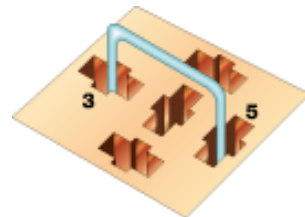

Рис. 2-35. Схема установки переключателя для включения электрического топливного насоса системы питания двигателя F3R 272 в проверочном режиме
7. Подставить под распылители форсунок емкости, включить электрический топливный насос, установив переключатель в клеммовые отверстия «3» и «5» колодки блока предохранителя и реле системы впрыска (рис. 2-35) на правом брызговике в отсеке двигателя (см. «Система управления двигателем F3R 272»). Проверку проводить в течение 10 с. При этом из распылителей форсунок не должно появляться ни малейшего количества топлива.
3. Включить топливный насос, установив переключатель (см. рис. 2-35).
включить топливный насос, установив вместо реле переключку (см. рис. 2-35). При неработающем двигателе давление топлива должно быть 0,28–0,32 МПа (2,8–3 кгс/см²). Затем следует запустить двигатель. В зависимости от режима работы двигателя давление должно быть 0,25–0,30 МПа (2,5–3 кгс/см²).
Для проверки подачи насоса нужно отсоединить подающий шланг от топливопровода двигателя и опустить конец шланга в мерную емкость. Затем, установив переключку (см. рис. 2-35), включить топливный насос на 30 с. За это время в мерную емкость должно быть перекачено 650–670 мл топлива, что соответствует подаче 80 л/ч.